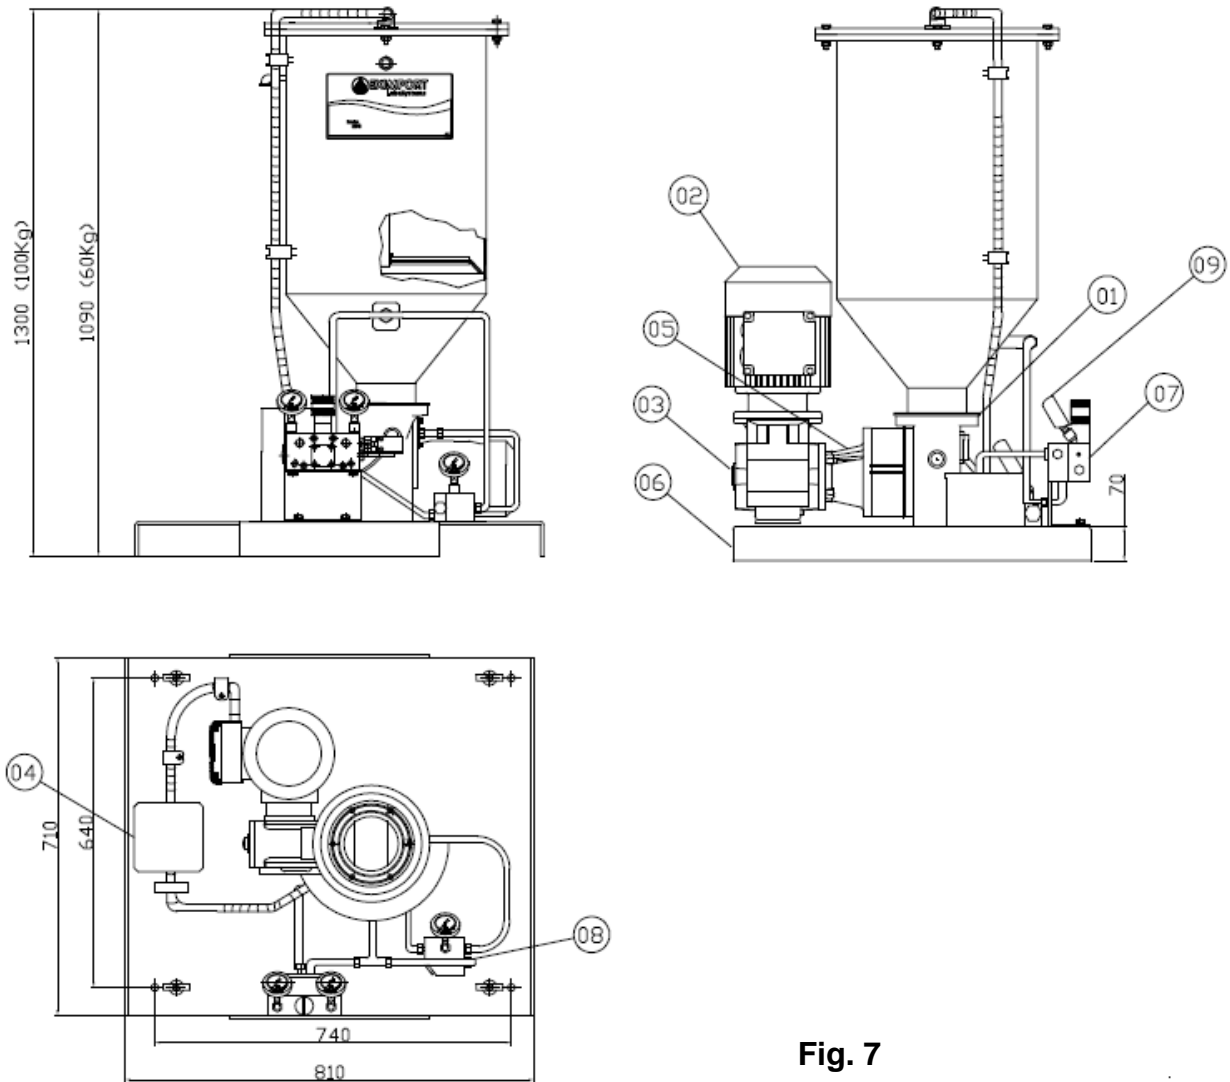

Fig. 7
Redutor: Lubrificação permanente. Recomenda-se apenas limpeza externa (item 3- fig. 7).
- Limpeza do filtro de abastecimento e do cartucho do filtro "Y" (item 8 fig. 7 a) cada 6 meses.